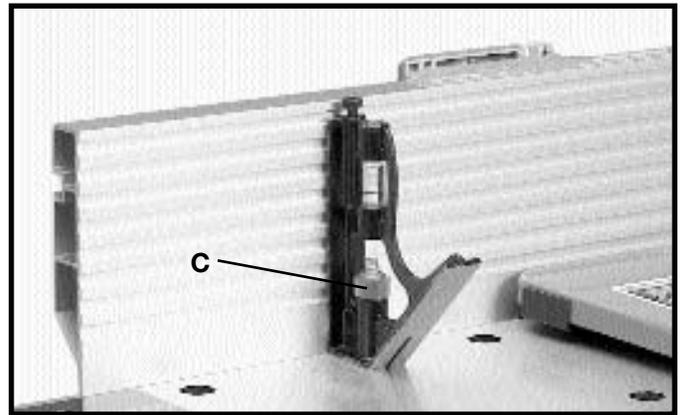

Fig. 26
4. Coloque una escuadra (C) Fig. 26 sobre la mesa con un extremo de la escuadra contra la guía en la manera ilustrada aquí. Ajuste la guía hasta que quede exactamente a 90 grados de la mesa.